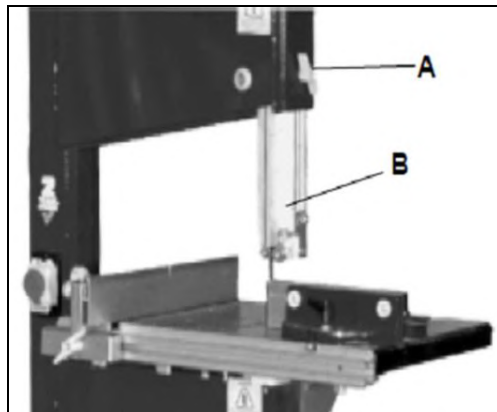

Fig 17
For at justere skærehøjden skal du løsne den vingede møtrik (A, Fig 17) og flytte det øvre klingestyrt og beskyttelse (B).